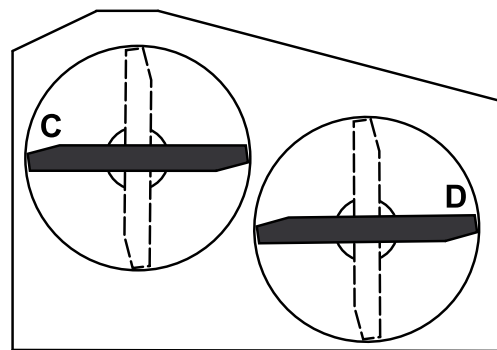

Figura 62
2. Coloque las cuchillas en posición lateral. Mida en las posiciones **C** y **D** desde una superficie nivelada hasta el filo de corte de los extremos de la cuchilla (Figura 62).